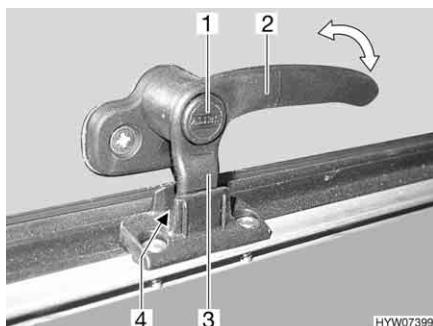
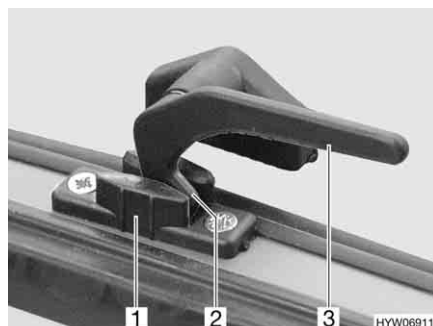

Fig. 71 Levier de verrouillage avec bouton de sécurité en position "Aération permanente"
Fig. 72 Levier de verrouillage en position "Aération permanente"
- En position "Aération permanente" (Fig. 71 et Fig. 72)
- S'il existe, appuyer sur le bouton de sécurité (Fig. 71,1) et le maintenir enfoncé.
- Tourner le levier de verrouillage (Fig. 71,2 ou Fig. 72,3) d'un quart de tour vers le centre de la fenêtre.
- Remettre le levier de verrouillage en position initiale. Le tenon de verrouillage (Fig. 71,3 ou Fig. 72,2) du levier de verrouillage doit pénétrer alors dans le logement prévu à cet effet dans le verrouillage de fenêtre (Fig. 71,4 ou Fig. 72,1).
- Relâcher le bouton de sécurité (Fig. 71,1) s'il y en a un.